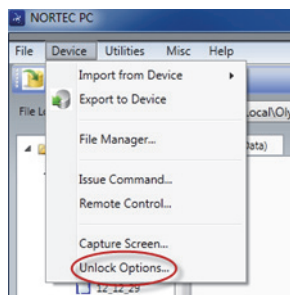

図 6-26 ロック解除オプションコマンド
2. NORTEC PC ソフトウェアの **Device**（デバイス）メニューで、**Unlock Options**（ロック解除オプション）を選択します（333 ページの図 6-26 を参照）。